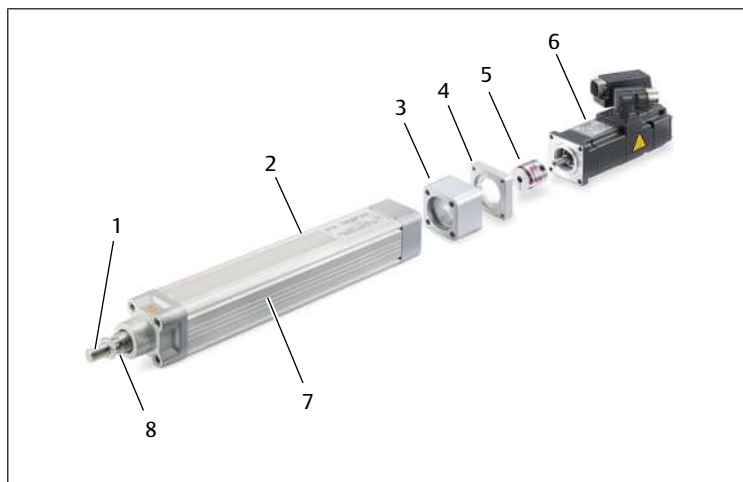

Fig. 2: Panoramica (grandezza 32/40/63 mm)
- Per grandezza 32/40/63 mm. Vedere → Fig. 2.